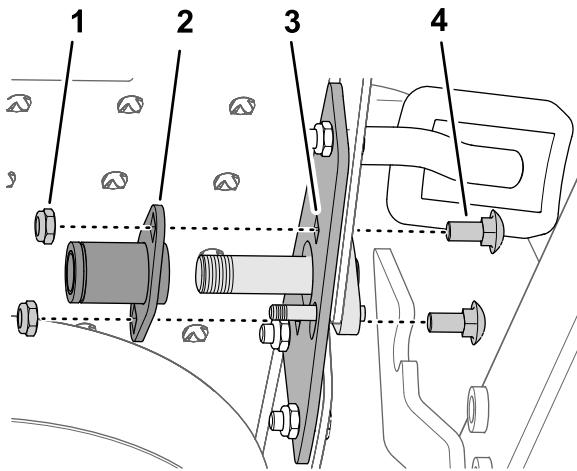

Bild 12
9. Befestigen Sie die Büchsenplatte mit den zwei Schlossschrauben ($5/16" \times \frac{3}{4}"$) und zwei Sicherungsmuttern ($5/16"$) an der Schwenkhalterung und dem Flansch der Fußplattform (Bild 12).